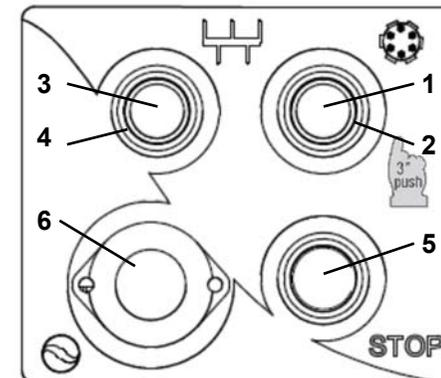

Рис. 3.1.1
5.3 - Проверить эффективность кнопки остановки (5 рис. 3.1.1)
Когда машина подключена к сети и инструменты находятся в движении, нажать кнопку остановки (5 Рис. 3.1.1). Машина должна остановиться.
5.4 - Пуск машины (1 или 3 рис. 3.1.1)
После корректного подключения машины к сети электрического питания, нажать кнопку замешивания (1 Рис. 3.1.1) или выдавливания (3 Рис. 3.1.1), и машина запускается.
5.5 - Остановка машины (рис. 3.1.1)
Для остановки машины нажать кнопку остановки, "5" Рис. 3.1.1.
Подключите вилку к розетке электросети и нажмите кнопку пуска (3 Рис. 3.1.1). Машина работает в режиме выдавливания теста, убедиться, что шнек вращается против часовой стрелки.
1 - Кнопка пуска смесителя (1 рис. 3.1.1)
2 - загорается светодиодный индикатор (2 рис.3.1.1)
3 - Кнопка запуска выдавливания (3 рис. 3.1.1)
4 - При нажатии на эту кнопку загорается светодиодный индикатор (4 рис. 3.1.1) который светится всё время, пока машина работает в режиме выдавливания.